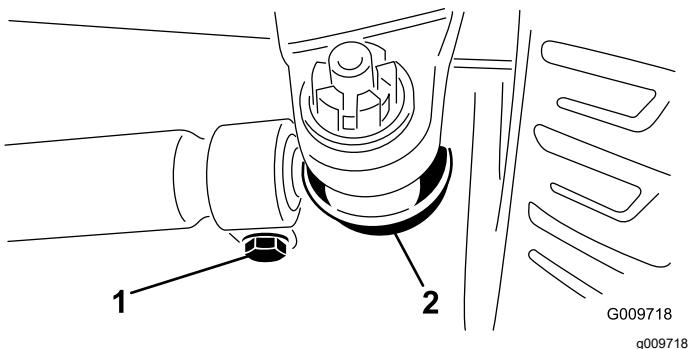

Figura 77
3. Para ajustar, retire la chaveta y la tuerca de cualquiera de las articulaciones esféricas de la biela (Figura 77). Retire la articulación esférica de la biela del soporte del cojinete del eje.
4. Afloje las abrazaderas en ambos extremos de las bielas (Figura 77).